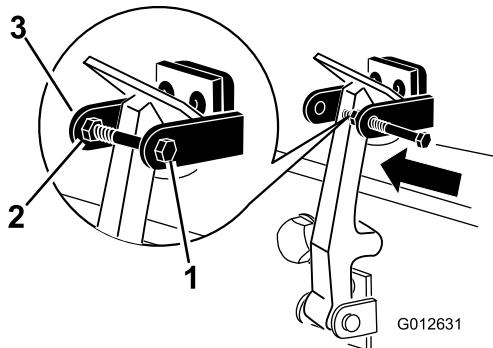

Figura 8
7. Avvitare il bullone nell'altro braccio della staffa di chiusura del cofano per fissare il fermo in posizione (Figura 8). Serrare accuratamente il bullone ma non serrare il dado.